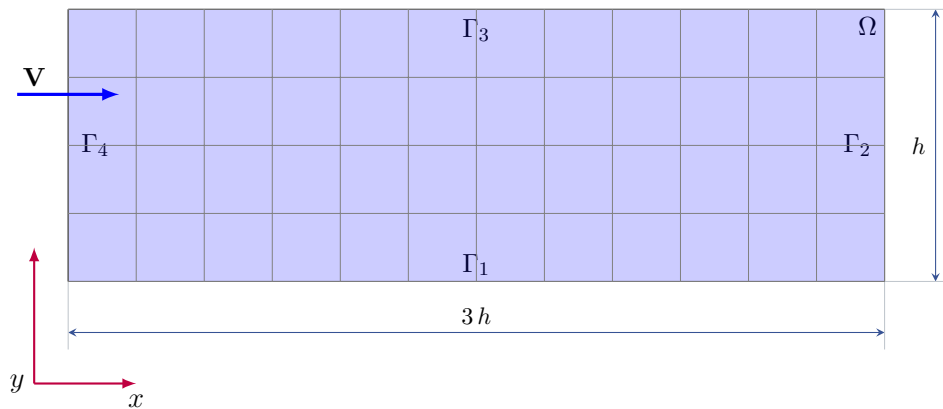

Figura 1: Configuración del caso de estudio de transporte pasivo de un reactivo ( $\phi$ )
Se desea modelar, mediante la ecuación (1) la distribución de un reactivo dado, que es transportado por un flujo en un dominio 2D ( $\Omega$ ) como el indicado en Figura 1.